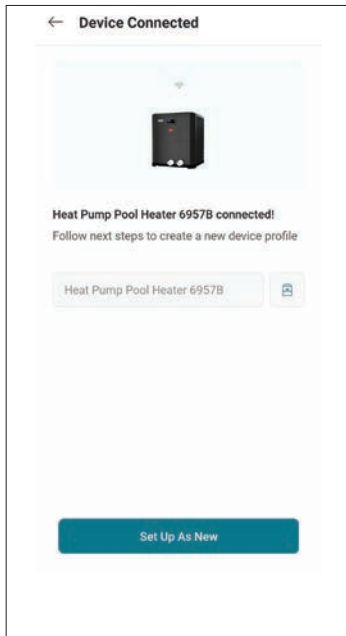

Figure 102. Nommer votre appareil
10. Votre appareil est maintenant connecté au Wi-Fi. Vous pouvez modifier le nom de votre appareil ici. Voir Figure 102.